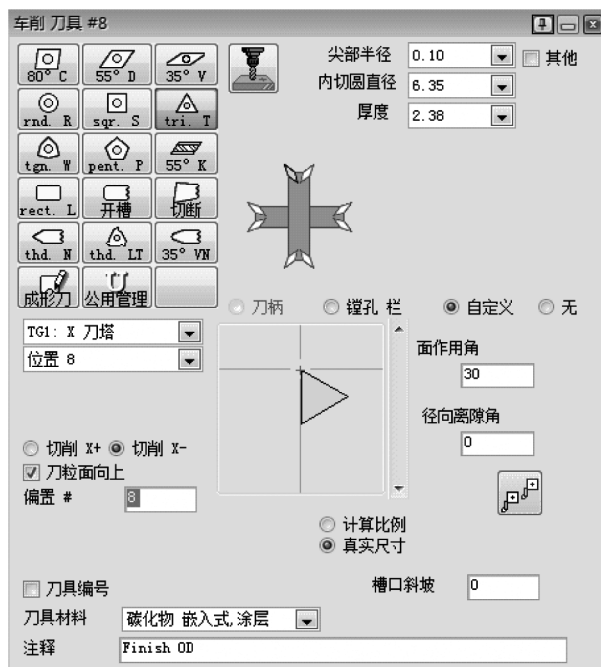

图 5-51 车削刀具#8
9) 创建车削刀具#8, 如图 5-51 所示。此刀具将对 X 负方向侧面进行精加工。现在, 我们将在 TG2 创建刀具。